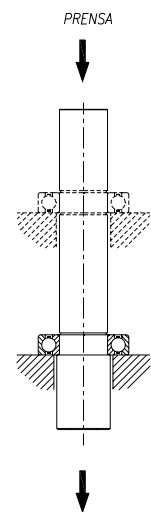

Figure 8.1.
- Au cas où l'arbre est séparé (arbre et semi-arbre) retirer les goujons allen (55) puis sortir l'arbre (05).
- Ôter les vis (52) et rondelles (53), et retirer le moteur (93).
- Extraire les vis allen (51) qui fixent la base à la tête (06)
- À l'aide d'un marteau en nylon, frapper l'extrémité supérieure de l'arbre/semi-arbre (05/26) et retirer l'ensemble composé de l'arbre/semi-arbre (05/26), les roulements (70,70A), la base (42) et le joint (88).
- Une fois à l'extérieur de la tête, extraire l'anneau élastique (66A) de la base (42) et avec une masse en nylon retirer le joint (88).
- Relâchez le circlip (66) du roulement supérieur (70A) et à l'aide d'une presse, retirer ce roulement. Retirer ensuite les autres circlips (66) et extraire avec une presse le roulement inférieur (70) (voir fig. 8.1.)